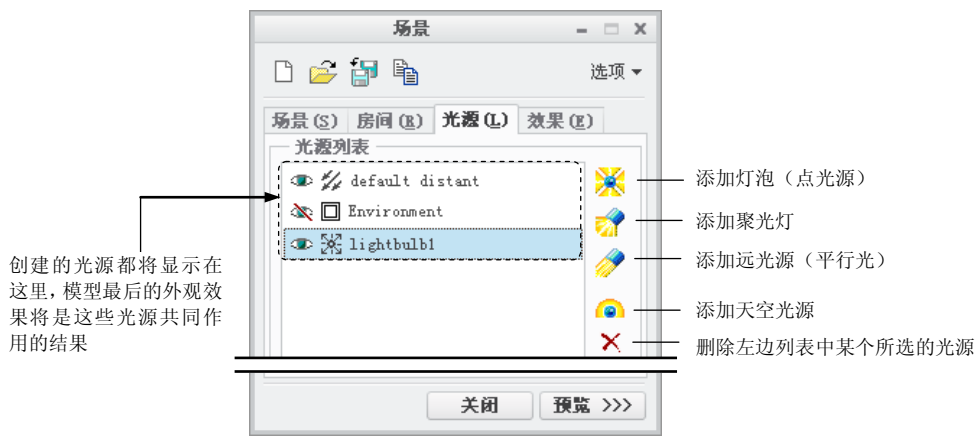

图 7.4.1 “场景”对话框的“光源”选项卡
Step2. 单击 **渲染** 功能选项卡 **场景** 区域中的“场景”按钮，系统弹出“场景”对话框，在“场景”对话框中单击 **光源(L)** 选项卡，系统弹出图 7.4.1 所示的“场景”对话框中的“光源”选项卡。